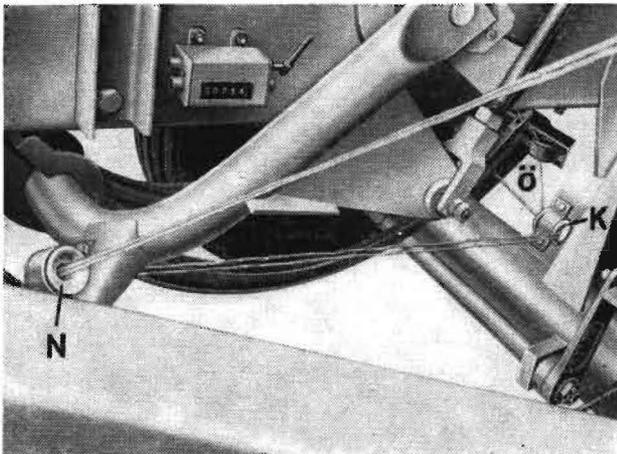

Bild 22
3. beide Fäden durch die Porzellanöse (N) an der Nadelschwinge (Bild 22)
4. beide Fäden durch die Öse (K) am Achskonsol (Bild 22)
5. von unten durch die jeweilige Porzellanöse (O) der Fadenführung an der Achse (Bild 22)